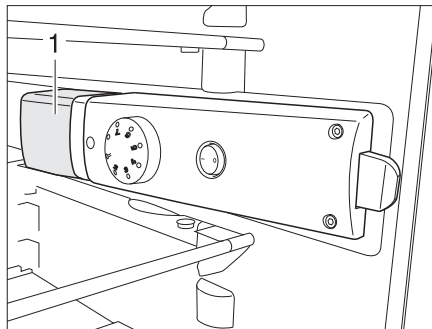

Fig. 366 Lámpara de frigorífico
- Agarrar atrás abajo la tapa de la lámpara (Fig. 366,1) y levantarla aprox. 3 mm.